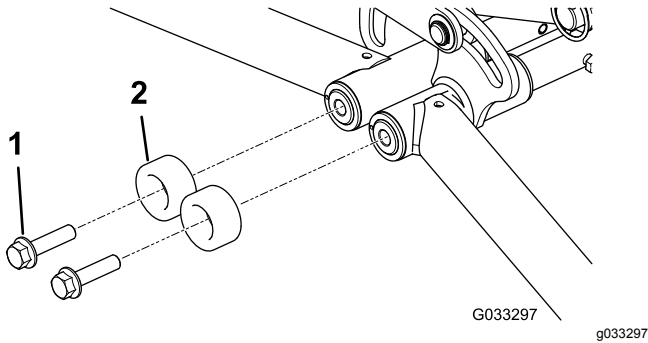

図 20
2. 既存のフランジヘッドボルトと円筒バンパーを外す 図 20。